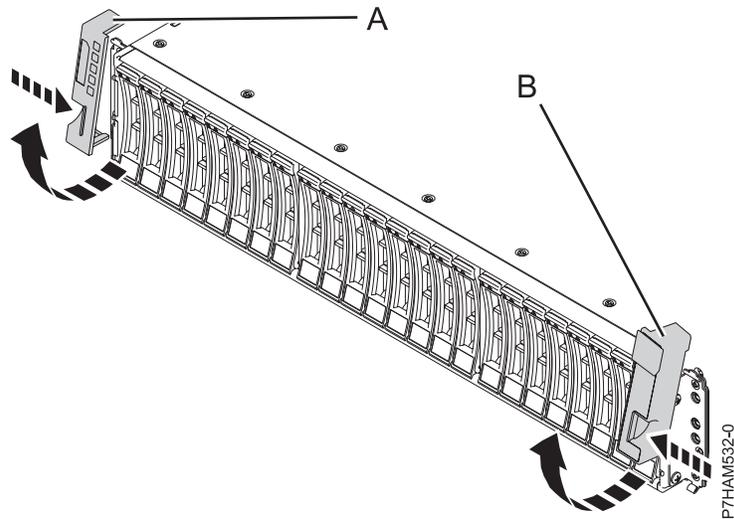

Abbildung 7. Seitenblenden ausbauen
1. Entfernen Sie die linke Frontblende (A) und die rechte Frontblende (B), um die Halterungen freizulegen.
2. Drücken Sie die Entriegelung zusammen, um die Frontblende nach oben zu drehen und vom Chassisflansch zu entfernen (wie in Abb. 7 auf Seite 8 dargestellt).